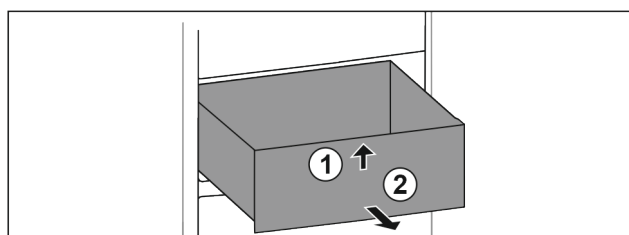

Fig. 61
- ▶ Levante el cajón por delante. Fig. 61 (1)
- ▶ Extraiga el cajón hacia delante. Fig. 61 (2)